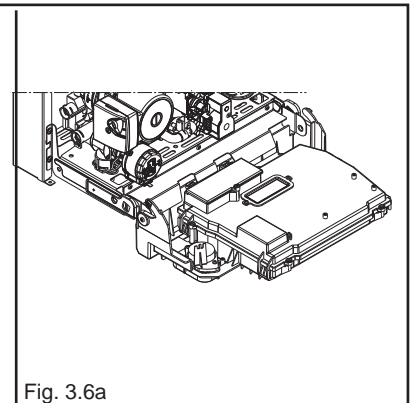

Fig. 3.6a
- sollevare, quindi ruotare il cruscotto verso di sé (fig. 3.6a)